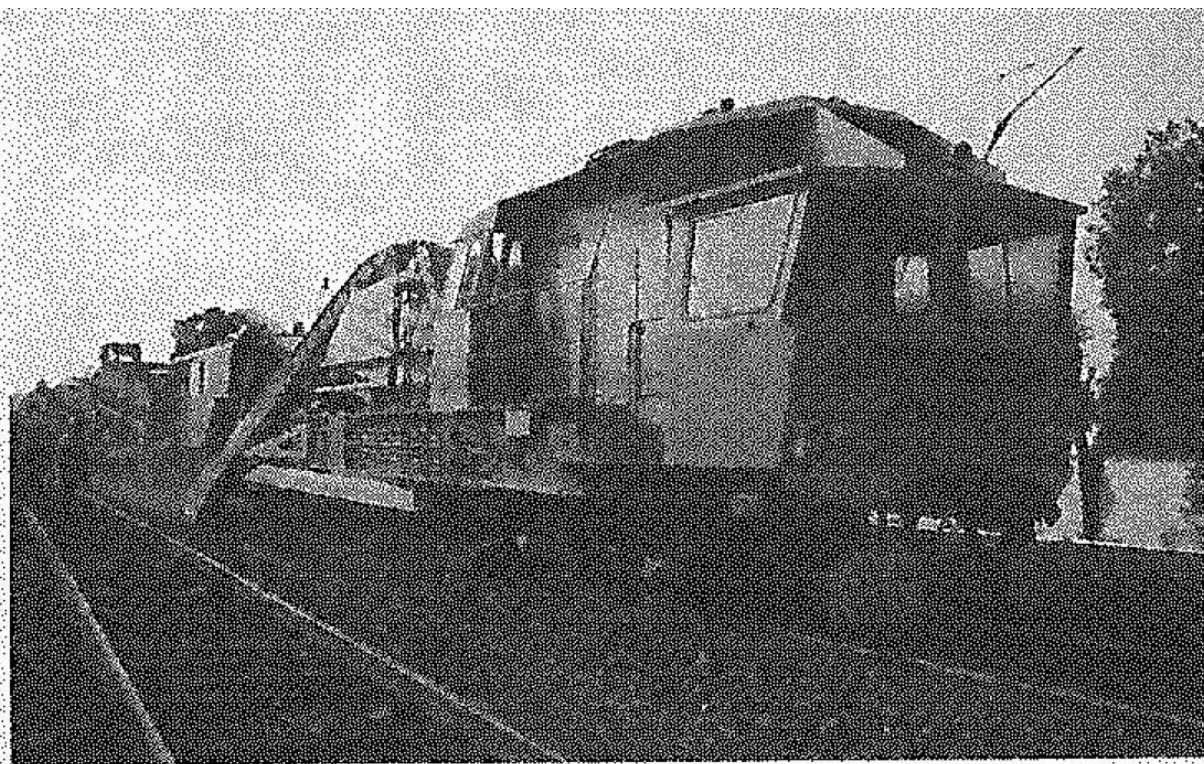

Рис. 8. Железнодорожно-строительная машина RM-80
21. Назначение железнодорожно-строительной машины (рис. 8)